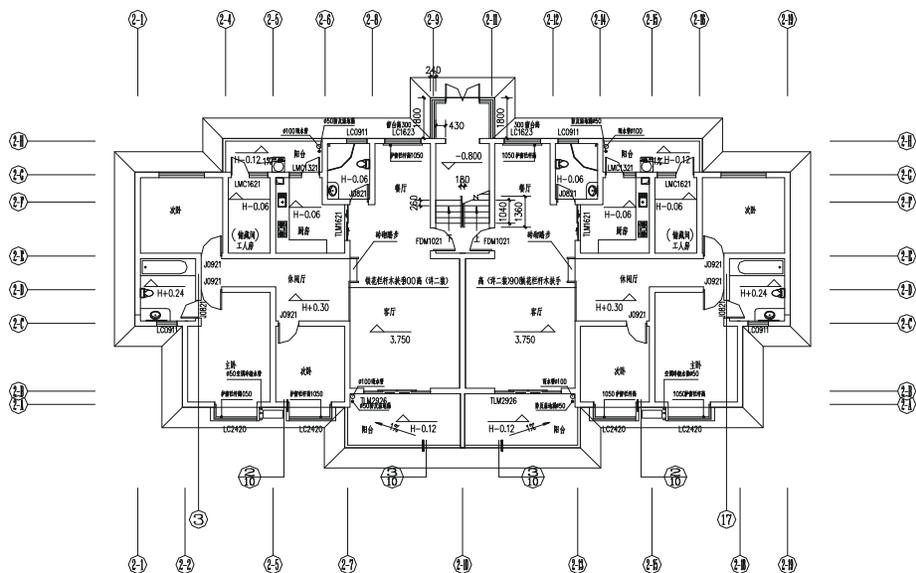

图 11-1-25
**STEP 34** 使用绘制多段线命令 PLINE 绕着外墙线以及阳台的外边线绘制一条多段线，并使用偏移命令 OFFSET 将其向外偏移 900，如图 11-1-25 所示。